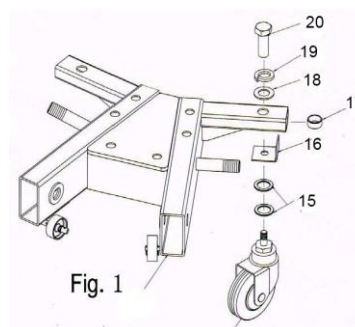

Fig. 1
Fixer les 2 roues pivotantes (10) à la base (9) en utilisant les écrous (20), les rondelles de freins (19), les rondelles plates (18), les entretoises (17), les supports de roue (16) et les rondelles plates (15), comme indiqué sur la figure 1.